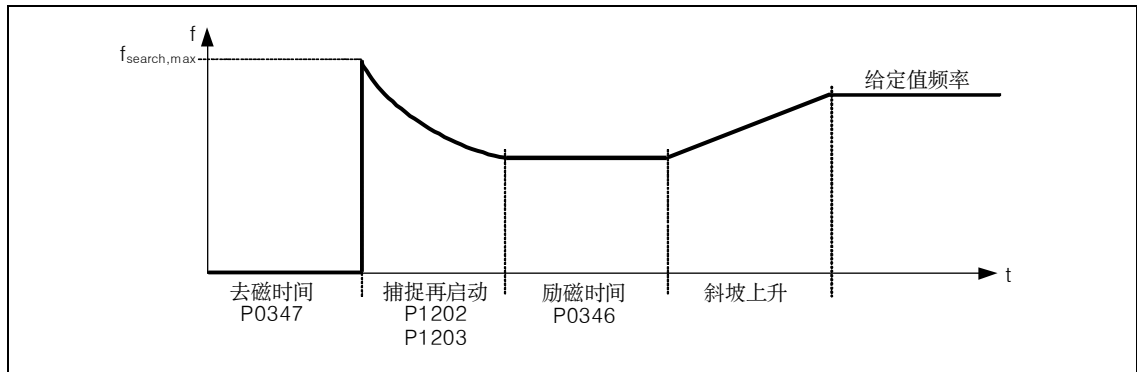

图 3-61 捕捉再启动
- a) 在去磁时间已到 P0347 以后, 按参数 P1200, 捕捉再启动从最大搜索频率  $f_{\text{search,max}}$  开始(见图 3-61)。
搜索频率作为在搜索速率下的直流母线电流的函数而减小, 搜索速率由参数 P1203 计算确定。这样, 送入可参数设定的搜索电流 P1202。如果搜索频率接近转子频率, 由于在电机中自己建立的磁通, 直流母线电流会突然改变。一旦达到这种状态, 搜索频率保持恒定而且输出电压变成在励磁时间 P0346 的 V/f 特性的电压值(见图 3-61)。